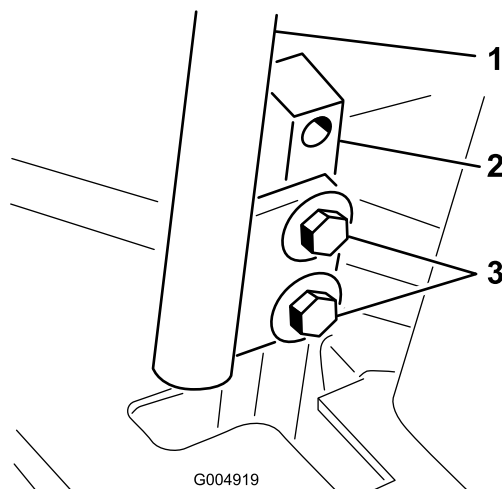

Рисунок 56
3. Ослабьте болты крепления рычагов управления (Рисунок 56).